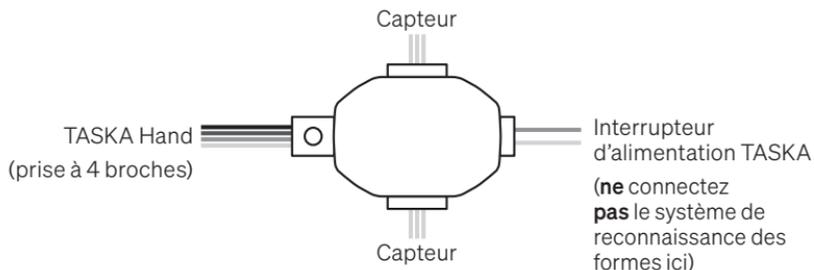

Figure 3 : connexion de la prise à 4 broches, des capteurs et de l'interrupteur d'alimentation au bloc de connexion.
Voir la figure 3 (page 11) pour les détails du câblage correct.
- ▲ Ne connectez pas la ligne COM à l'interrupteur d'alimentation (alimentation par pile). Vous risquez d'endommager les circuits de la main. Ne connectez l'interrupteur d'alimentation qu'au bloc-commutateurs (voir page 11, figure 3 pour les détails du câblage correct).
1. Connectez la prise à 4 broches, les capteurs et l'interrupteur d'alimentation au bloc de connexion (voir la figure 3 ci-dessous).